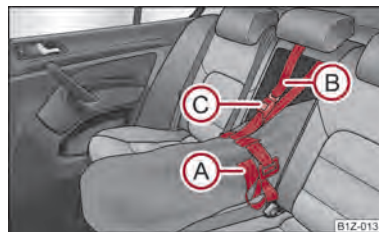

Fig. 88 Seguridad de la bolsa para carga de gran longitud desmontable
- Fije la banda de tracción (A) en el extremo libre alrededor de los esquís delante de las fijaciones ⇒ fig. 88.
- Pase la banda de seguridad (B) por el orificio en el respaldo, alrededor de la parte superior del respaldo.
- Introduzca la banda de seguridad (B) en la cerradura (C) hasta que se escuche el encastre.